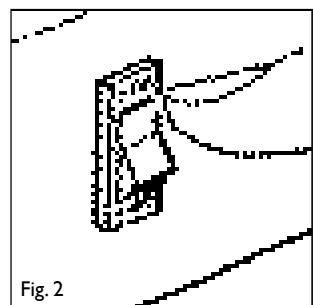

Fig. 2
- Vrid fläktströmbrytaren till läge I och kontrollera att fläkten startar korrekt (bild 2).